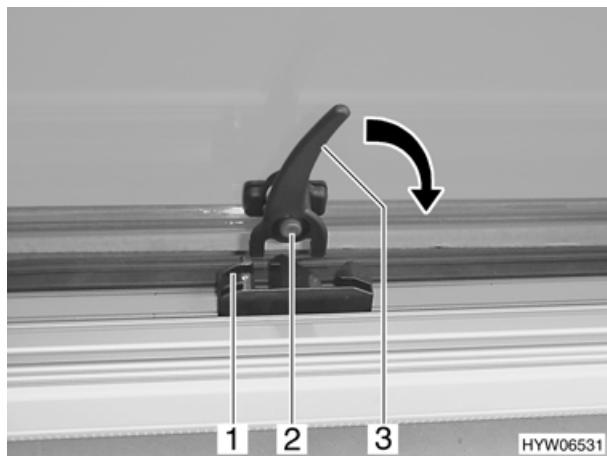

Fig. 35 Finestra apribile, maniglia aperta
- Premere il bottone di sicurezza (Fig. 35,2).
- Mettere la maniglia (Fig. 35,3) in posizione orizzontale nel senso della freccia.
- Girare verso sinistra la maniglia della finestra apribile tenendo premuto il bottone di sicurezza. Il bloccaggio deve entrare nell'apertura sinistra (Fig. 35,1) del dispositivo di bloccaggio.